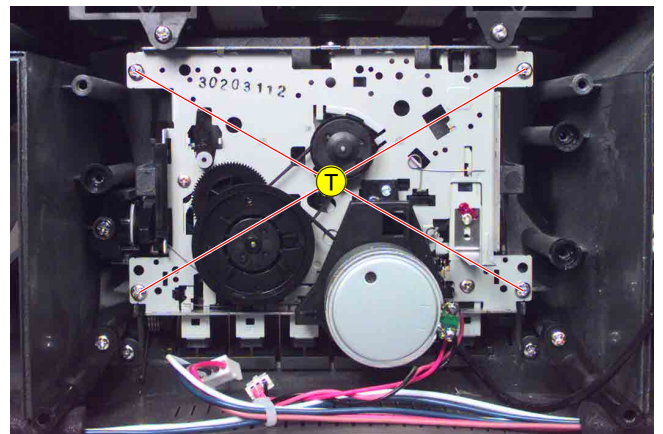

Fig. 13
- 4 Schrauben (T) (Fig. 13) herausschrauben.
- Undo 4 screws (T) (Fig. 13).